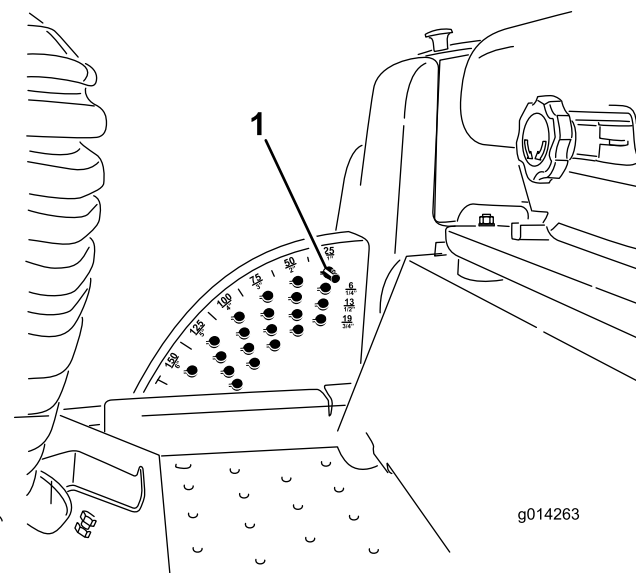

Figure 25
1. Lorsque le moteur tourne, repoussez la commande de levage du tablier de coupe en arrière jusqu'à ce que le tablier soit complètement levé puis **relâchez immédiatement** la commande comme illustré à la Figure 25.
2. Tournez la goupille de hauteur de coupe jusqu'à ce que la saillie soit en face des fentes dans les trous du support de hauteur de coupe et déposez-la (Figure 25).
3. Placez la goupille dans le trou du support correspondant à la hauteur de coupe voulue et tournez-la pour la verrouiller en place (Figure 25).
Remarque: Il y a 4 rangées de trous (Figure 25). La première rangée donne la hauteur de coupe indiquée au-dessus de la goupille. La deuxième rangée donne la hauteur indiquée plus 6 mm ($\frac{1}{4}$ po). La troisième rangée donne la hauteur indiquée plus 12 mm ($\frac{1}{2}$ po). La dernière rangée donne la hauteur indiquée plus 18 mm ($\frac{3}{4}$ po). Un seul trou, situé dans la deuxième rangée, correspond à la hauteur de 15,8 cm (6 po). Il n'ajoute pas 6 mm ($\frac{1}{4}$ po) à la hauteur de 15,8 cm (6 po).